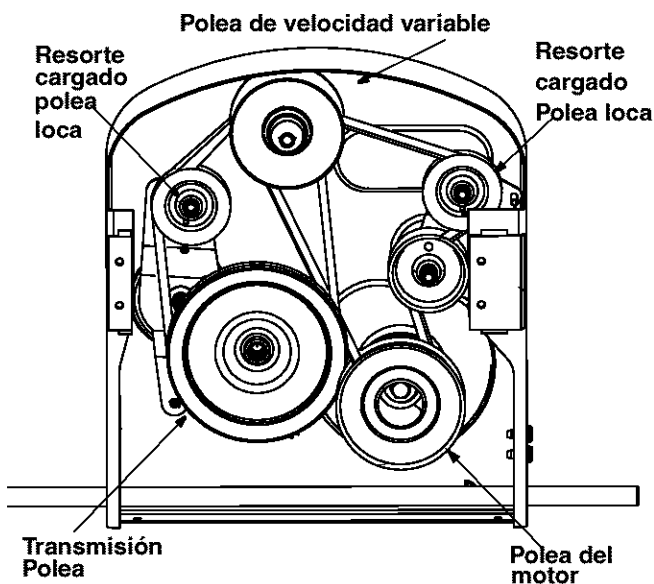

Figura 18
- Asegúrese de alinear la guarda de la banda con el marco. Ver Figura 18.
- Empuje el resorte cargado localizado del lado izquierdo de la transmisión, hacia la derecha. Retire la banda de alrededor de la polea loca y la polea de la transmisión. Ver Figura 18.
- Empuje la ménsula a la derecha y saque la banda. Ver Figura 18.